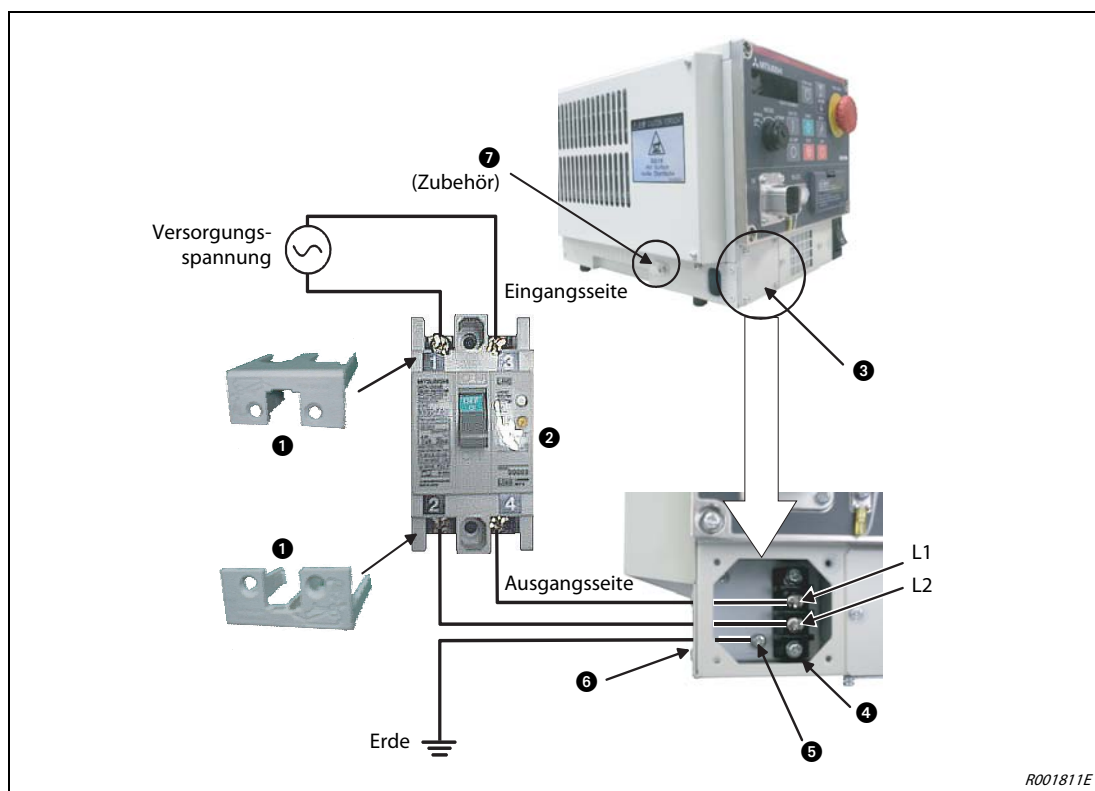

Abb. 4-5: Anschluss der Netzzuleitung und Erdung am Steuergerät CR1DA und an der Antriebseinheit DU1A
- ① Vergewissern Sie sich, dass die Netzspannung und der Leistungsschalter des Steuergeräts ausgeschaltet sind.
- ② Entfernen Sie die Klemmenabdeckungen ① des Leistungsschalters ②.
- ③ Lösen Sie die vier Schrauben der Abdeckung des Klemmenblocks ③ und entfernen Sie diese.
- ④ Entfernen Sie die Abdeckung des Klemmenblocks ③.
- ⑤ Bereiten Sie die Netzzuleitung und das Erdungskabel vor. Verwenden Sie Kabel mit einem Mindestquerschnitt von 2,5 mm².
- ⑥ Schließen Sie die Netzzuleitung auf der Ausgangsseite des Leistungsschalters ② entsprechend der Abb. 4-5 an die Klemmen L1 und L2 des Klemmenblocks für den Netzanschluss ④ an. Verbinden Sie das Erdungskabel mit dem durch PE gekennzeichneten Erdungsanschluss ⑤ am Gehäuse des Steuergeräts.
- ⑦ Schließen Sie die Versorgungsspannung an die Eingangsseite des Leistungsschalters ② an.
- ⑧ Verlegen Sie die Netzzuleitung durch die Kabeldurchführung ⑥ und die Zugentlastung ⑦.
- ⑨ Befestigen Sie die Abdeckung des Klemmenblocks ③ und die Klemmenabdeckungen des Leistungsschalters ① wieder.